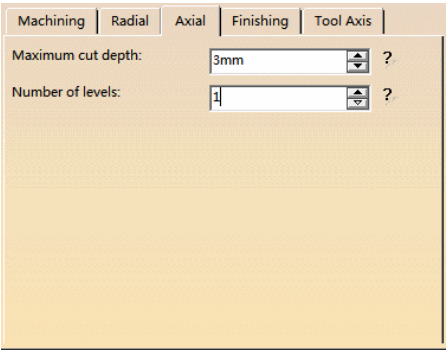

图 7-124 “Axial” 选项卡 (2)
- 在 “Axial” 选项卡 (2) 的 “Maximum cut depth” 文本框中输入 “3mm”，在 “Number of levels” 文本框中输入 “1”，如图 7-124 所示。